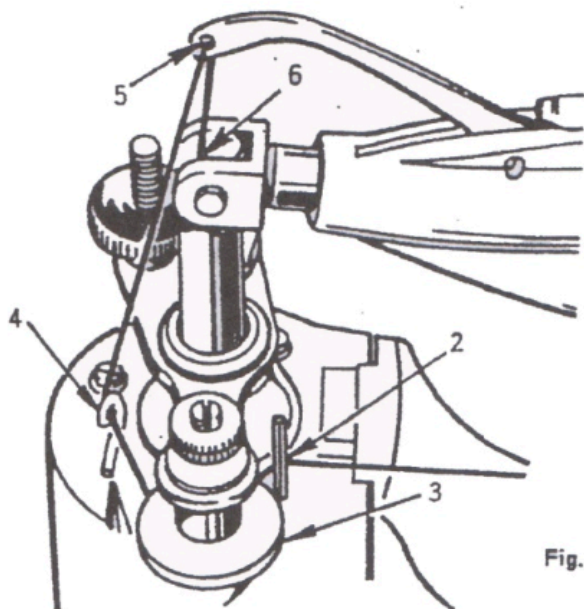

Fig. 19
3. Passe a linha pela parte de trás do pino 2, que fica próximo aos discos de tensão na parte superior do braço e de trás para frente e da direita para a esquerda entre os discos de tensão 3. Veja a Fig.19.